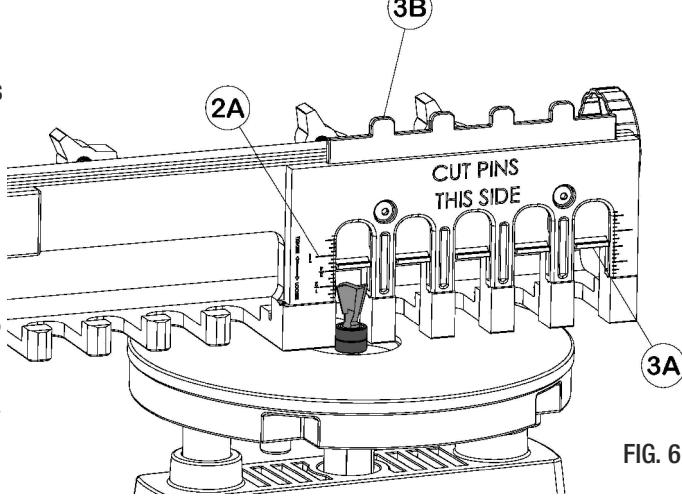

FIG. 6
2. Réglez la hauteur de la mèche à queue d'arondie à l'aide de la surface de travail pour la mesure de profondeur ③A. (FIG. 6).